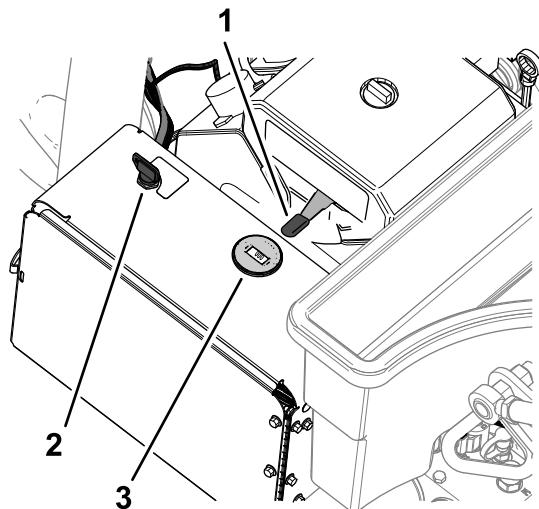

Bild 70
- Verwenden Sie den Choke (Bild 70) folgendermaßen: